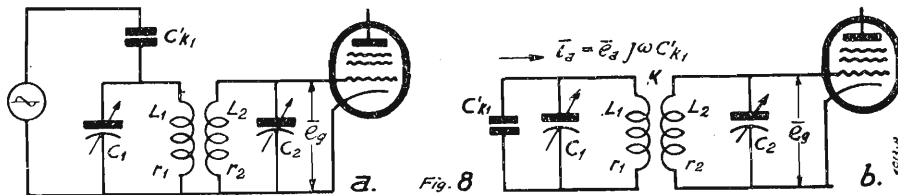

Fig. 8. - a) Accoppiamento capacitivo dell'antenna con un filtro di banda.
vati. La fig. 8 a, ad esempio, mostra lo schema nel caso di accoppiamento capacitivo tra l'antenna e l'estremo ad alto potenziale del primo circuito del filtro di banda. Operando la solita trasformazione, si ottiene il circuito semplificato di fig. 8 b. La tensione applicata alla griglia è data dalla seguente espressione:
Si può dunque dire che in un filtro di banda con accoppiamento critico si ottiene la metà dell'amplificazione che si ha con uno dei due circuiti, usato separatamente. Ciò è esatto non solo per il caso di fig. 8, che noi abbiamo esaminato per fare un esempio, ma, come è facile rendersene conto, anche per tutti gli altri tipi di accoppiamento trattati nel II Capitolo. Evidentemente quando l'accoppiamento non è critico o quando i due circuiti del filtro non sono eguali, l'amplificazione deve essere calcolata a mezzo della formula (24): il massimo dell'amplificazione, come è noto si ottiene quando l'accoppiamento del filtro di banda è critico.